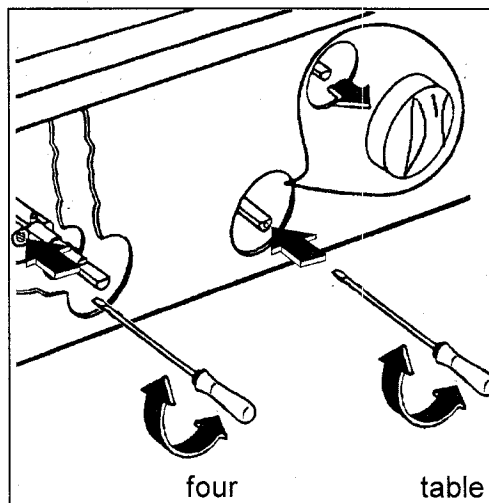

fig.9
4. Dévissez ou vissez la vis pointeau (qui se trouve dans l'axe du robinet fig. 9) jusqu'à l'obtention d'une flamme très courte mais stable pour le gaz naturel. Pour le gaz butane - propane, vissez totalement la vis dans le sens des aiguilles d'une montre.
4. Dévissez ou vissez la vis pointeau (fig. 9) jusqu'à l'obtention d'une flamme très courte mais stable pour le gaz naturel. Pour le gaz butane - propane, vissez totalement la vis dans le sens des aiguilles d'une montre.